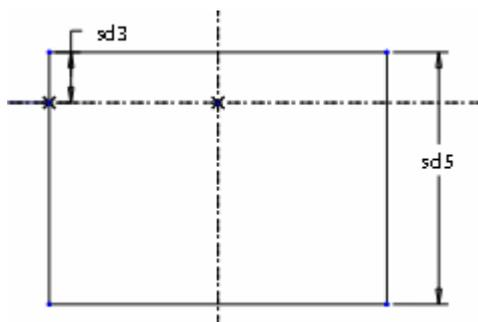

图 18-6
- (6) 单击菜单【工具】 【关系】命令, 打开【关系】窗口, 模型中尺寸显示为符号形式, 如图 18-6 所示。